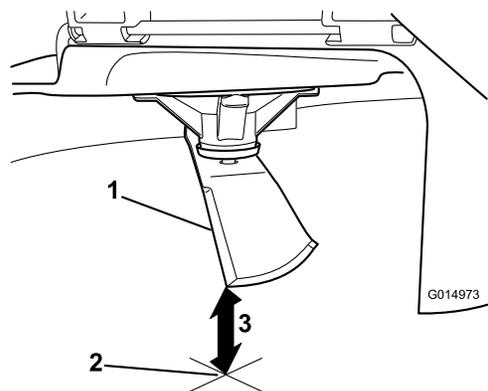

Figura 64
5. Meça da ponta da lâmina até à superfície plana (**Figura 64**).